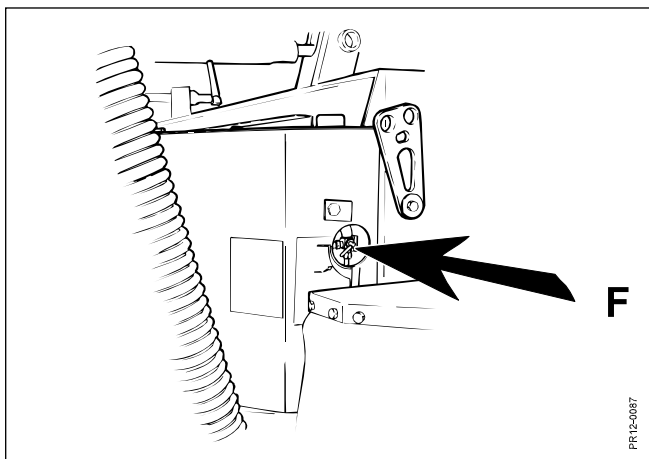

Fig. 5-19
- Fig. 5-19** Der åbnes for olien, når maskinen sættes i gang ved at dreje hanen ved **F** til ca. halvt åben. **Husk at lukke igen, når maskinen standses.**